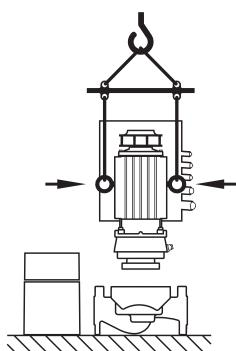

Fig. 9: Transporte do motor
- Se necessário, p. ex., em caso de reparação, os olhais de transporte podem ser deslocados do flange para o corpo do motor (ver, p. ex., Fig. 9). Antes da instalação dos olhais de transporte no corpo do motor, desapertar os espaçadores das aberturas dos olhais de transporte (Fig. 7, pos. 20b) (ver capítulo 10.2.1 "Substituir o empanque mecânico" na página 186).
- Se os olhais de transporte estiverem ou forem deslocados do flange do motor e montados no corpo do motor, estão apenas previstos para o suporte ou transporte do conjunto de encaixe (Fig. 9) e não para o transporte da bomba completa, nem para a separação do conjunto de encaixe do corpo da bomba.